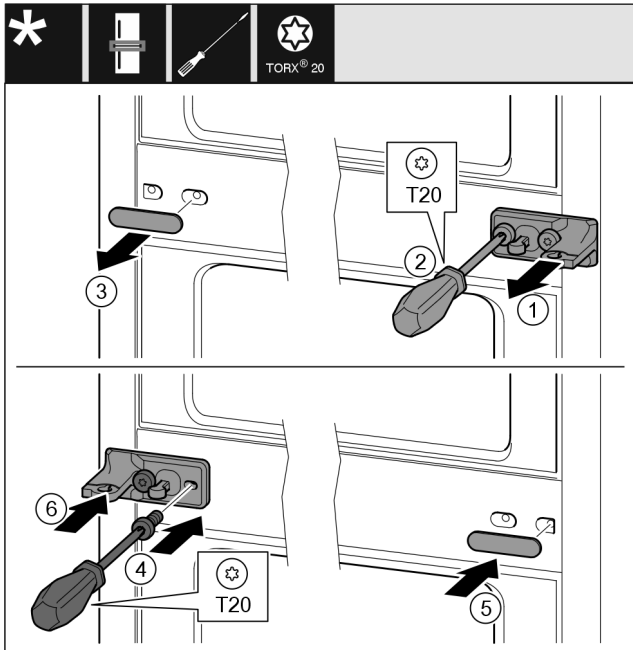

Fig. 43
- ▶ 拆下垫片 Fig. 43 (1)。
- ▶ 用螺丝刀将螺钉 Fig. 43 (2) 旋开。
- ▶ 小心拆下盖板 Fig. 43 (3)。
- ▶ 将带薄膜的托架 Fig. 43 (4) 旋转 180° 至另一侧拧紧。
- ▶ 将盖板 Fig. 43 (5) 旋转 180° 至另一侧装上。
- ▶ 从前面推入垫片 Fig. 43 (6)。